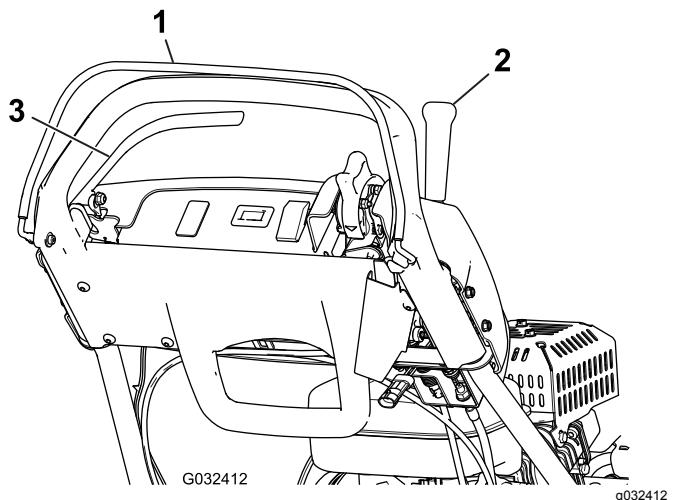

Figure 29
3. Relâchez la commande OPC et essayez d'engager le levier de commande de déplacement (Figure 29). Le levier de commande de déplacement **ne doit pas** s'engager. Si le levier de commande de déplacement s'engage, le système de sécurité doit être révisé. Remédiez au problème avant d'utiliser la machine ; voir Entretien du contacteur de sécurité de déplacement \(page 34\).
4. Appuyez sur la commande OPC et engagez le levier de commande de déplacement, puis relâchez la commande OPC (Figure 29). Le levier de commande de déplacement **doit** s'engager. Si le levier de commande de déplacement ne s'engage pas, le système de sécurité doit être révisé. Corrigez le problème avant d'utiliser la machine ; voir Entretien du contacteur de sécurité de déplacement \(page 34\).
5. Après avoir appuyé sur la commande OPC et déplacé le levier de changement vers la gauche, engagez le levier de commande de déplacement et du cylindre, puis relâchez la commande OPC (Figure 29). Le levier de commande de déplacement **doit** s'engager. Si le levier de commande de déplacement ne s'engage pas, le système de sécurité doit être révisé. Remédiez au problème avant d'utiliser la machine ; voir Entretien du contacteur de sécurité de déplacement \(page 34\) ou Réglage de la commande du cylindre \(page 38\).
6. Après avoir appuyé sur la commande OPC et déplacé le levier de changement vers la gauche pour engager la commande de déplacement et du cylindre, déplacez le levier de changement vers la droite pour désengager la commande du cylindre (Figure 29). La commande du cylindre **doit** se désengager. Si l'entraînement du cylindre ne se désengage pas, le système de sécurité doit être révisé. Remédiez au problème avant d'utiliser la machine ; voir Réglage de la commande du cylindre \(page 38\).
2. Appuyez sur la commande OPC, engagez le levier de commande de déplacement et amenez les commandes du moteur en position de démarrage (Figure 29), puis essayez de démarrer le moteur. Le moteur **ne doit pas** démarrer. Si le moteur démarre, le contacteur de sécurité est défectueux. Remédez au problème avant d'utiliser la machine ; voir Entretien du contacteur de sécurité de déplacement \(page 34\).
2. Appuyez sur le levier de commande de déplacement, serrez le frein de service et amenez les commandes du moteur en position de démarrage (Figure 29), puis essayez de démarrer le moteur. Le moteur **doit** démarrer. Si le moteur ne démarre pas, le contacteur de sécurité doit être révisé. Remédez au problème avant d'utiliser la machine ; voir Entretien du contacteur de sécurité de frein \(page 35\).
3. Moteur en marche, serrez le frein de service (pas le verrou de frein de stationnement), appuyez sur la commande OPC et engagez le levier de commande de déplacement (Figure 29). Le moteur doit alors peiner pour faire avancer la machine mais ne doit pas s'arrêter. Si le moteur s'arrête immédiatement, le contacteur de sécurité est défectueux. Remédez au problème avant d'utiliser la machine ; voir Entretien du contacteur de sécurité de frein \(page 35\).
4. Moteur en marche, serrez le frein de stationnement, appuyez sur la commande OPC et engagez le levier de commande de déplacement (Figure 29). Le moteur **doit** s'arrêter. Si le moteur ne s'arrête pas, le contacteur de sécurité est défectueux. Remédez au problème avant d'utiliser la machine ; voir Entretien du contacteur de sécurité de frein \(page 35\).